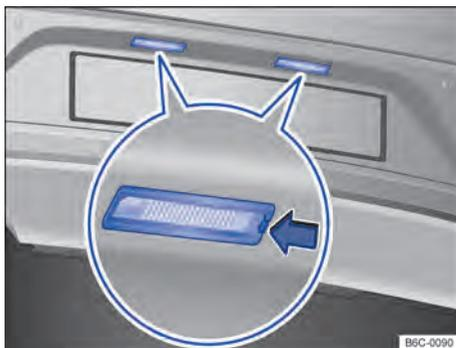

Fig. 190 No para-choque traseiro: lanterna da placa de licença.
- ① Observar a lista de controle e executar as ações → Página 244.
- ② Com o auxílio de uma chave de fenda, pressionar a trava → Fig. 190 (seta) para remover o conjunto.